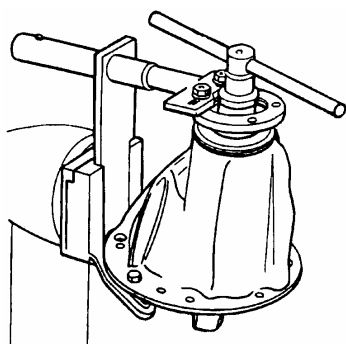

Рис.5.
4.3 Зафиксировать фланец редуктора, рис. 5 (кронштейн Ач.22206/4):